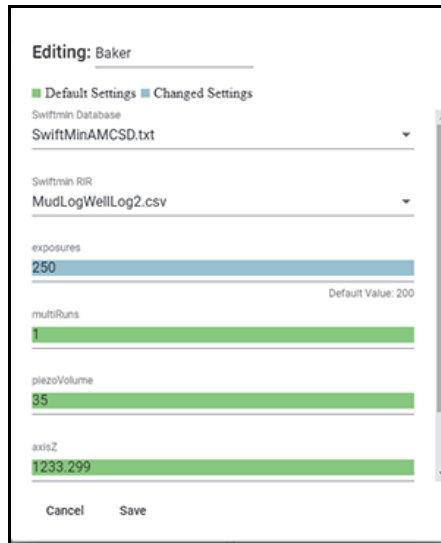

Figura 5-15 Cuadro de diálogo Editing (Modificación)
2. En el cuadro de diálogo **Editing** (Modificación) [ver Figura 5-15 en la página 89] seleccione la base de datos predefinida (consultar «Para cambiar la base de datos predefinida» en la página 85).